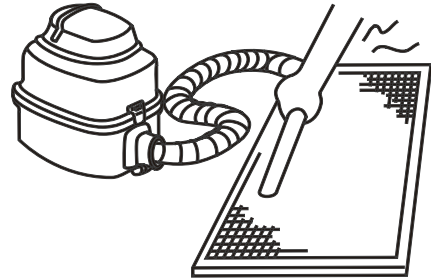

Рисунок 14.2
- а. Во время чистки пылесосом приточная сторона фильтра должна быть направлена вверх (см. рисунок 14.2).